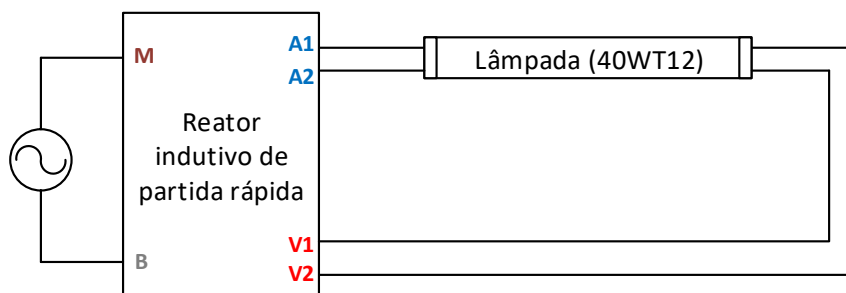

Figura 3 - Lâmpada 40WT12 alimentada por um reator indutivo de partida rápida
A figura 3 mostra o esquema completo da ligação neste caso.
1.3.3. Completar todas as conexões indicadas na figura 3 e energizar o conjunto, verificando o funcionamento da lâmpada.